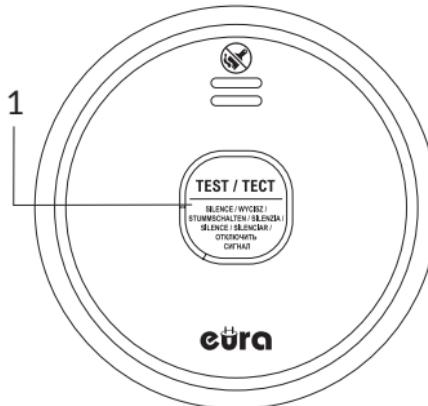

Abb. 5
6.3. Testen Sie das Gerät, indem Sie die Testtaste auf dem Gehäuse (Abb. 5, Pos. 1) für etwa 3 Sekunden gedrückt halten. Nach dem Auslösen eines intermittierenden akustischen Alarms lassen Sie die Taste los. Eine Serie von Alarmtönen zeigt die ordnungsgemäße Funktion des Geräts an.